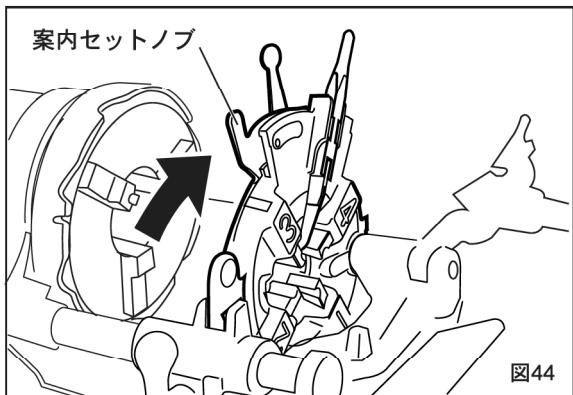

図44
②案内セットノブを押し上げてセットの位置にしてください。（図44）